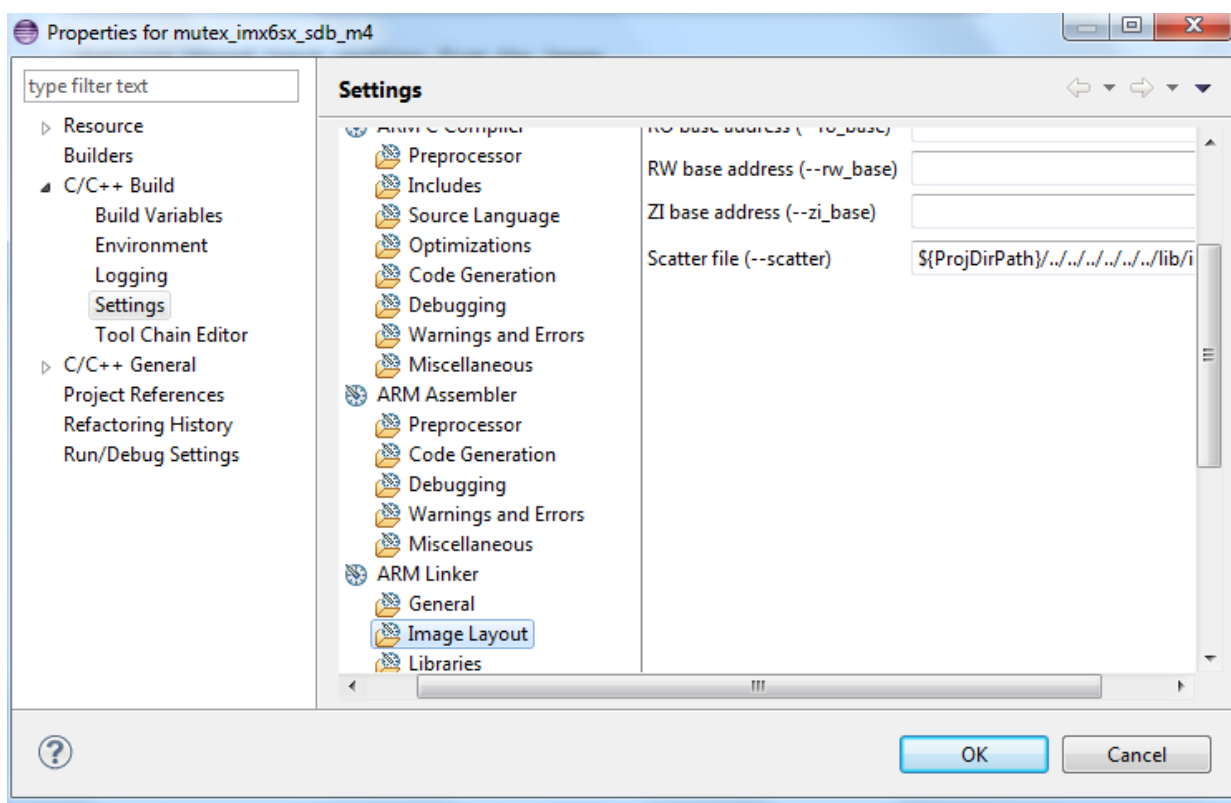

图 2 修改链接文件
2. 将链接文件从 flash.scf 改为 ram.scf，如图 2 所示。